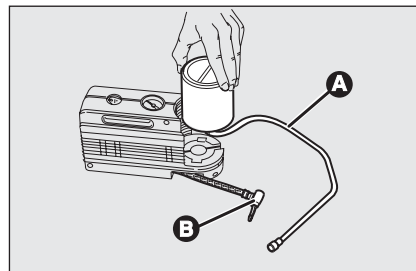

fig. 20
- ☐ desconectar el acoplamiento **B**-fig. 20;